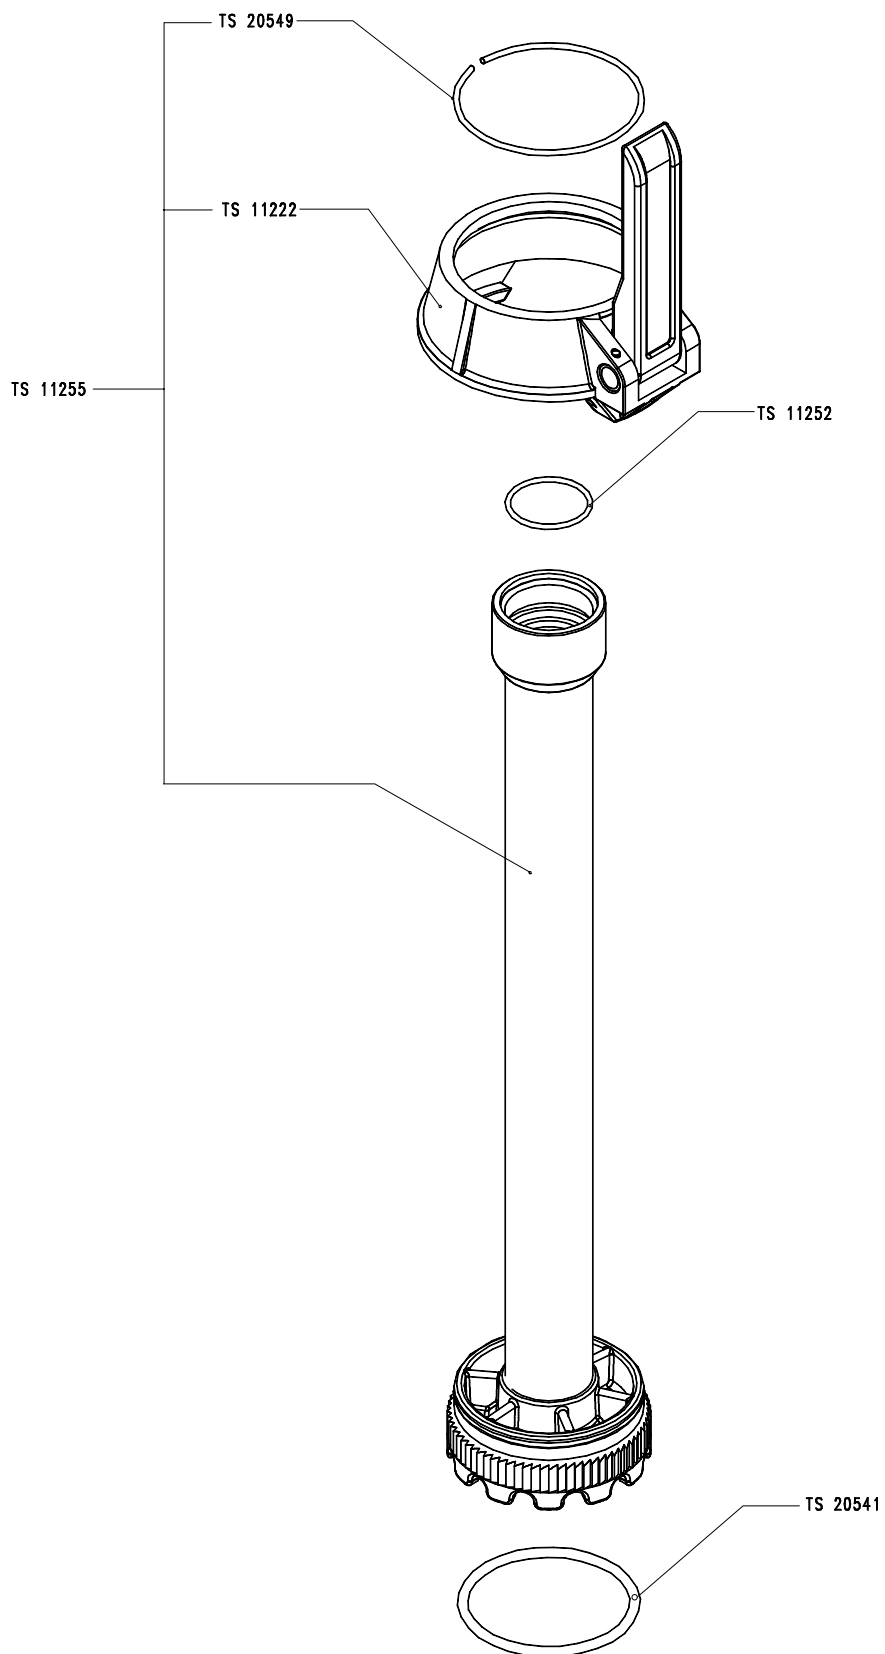

Рисунок 13-6: защитная трубка SS1-Q2 TS 10183, запчасти
- Рисунок 13-6: защитная трубка SS1-Q2 TS 10183, запчасти